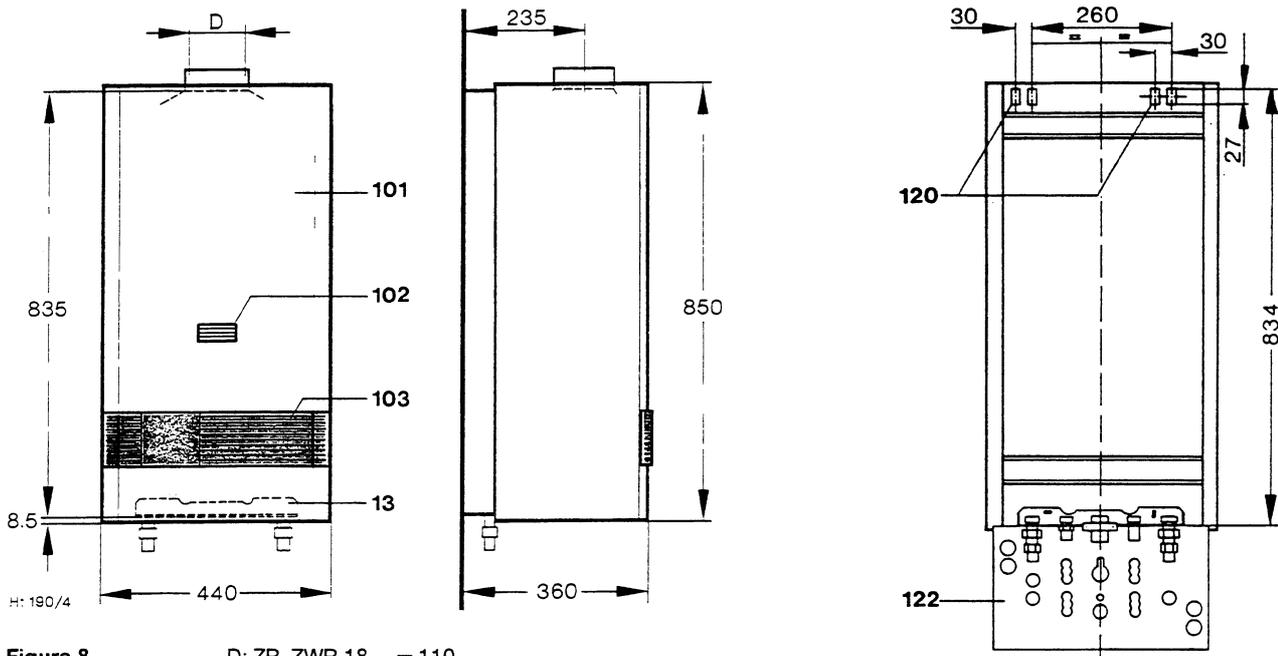

Figura 8 D: ZR, ZWR 18... = 110
Necessaria per un'installazione in loco a norma di legge di tutte le tubazioni ed accessori di installazione con pareti intonacate o piastrellate. Nel caso del modello ad incasso gli attacchi dei tubi (montaggio dei manicotti finali) vengono eseguiti con la dima di montaggio (122) Figura 8, codice 8719918020. Per gli apparecchi a gas liquido utilizzare il foro G 12. Rimuovere la dima di montaggio prima dell'installazione dell'accessorio e della piastra di attacco.
Tracciare la posizione delle viti di fissaggio per l'apparecchio conformemente alla figura 8. Gli accessori di fissaggio vengono forniti in dotazione all'apparecchio.
Legenda figura 8 e 9